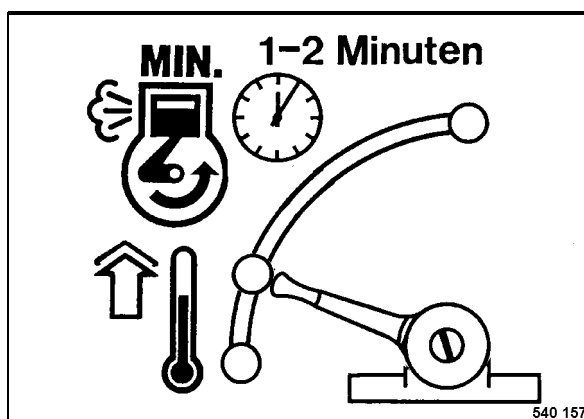

Fig. 21
- Colocar la palanca reguladora de revoluciones (Fig. 21) en posición MIN.